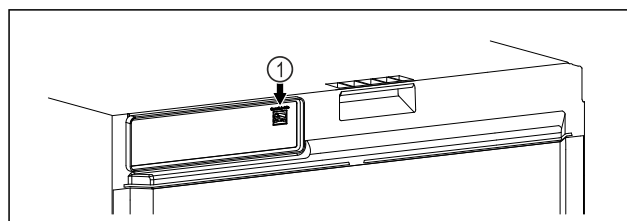

Fig. 111
- SmartModule Fig. 111 (1) je nasadený.